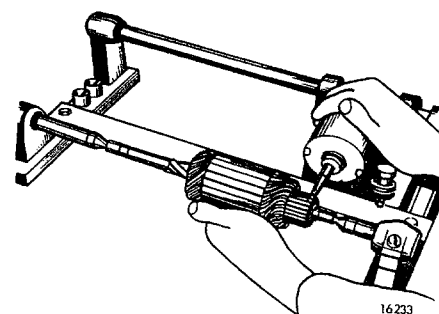
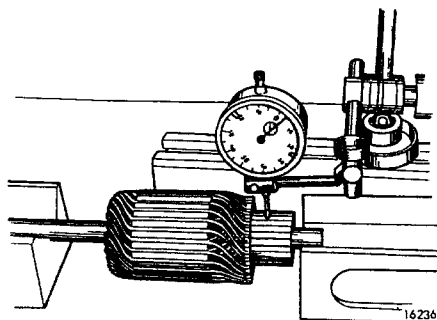

Fig 06-31. Spårfräsning
Fig 06-34. Indikering av kommutator
3. Indikera enligt fig 06-34. Isoleringen mellan lamellerna skall fräsas ned till ett spårdjup av 0,5-0,8 mm under lamellytan. Detta görs i spårfräsmaskin, se fig 06-31, eller om sådan saknas, med ett avslipat bågfilblad.